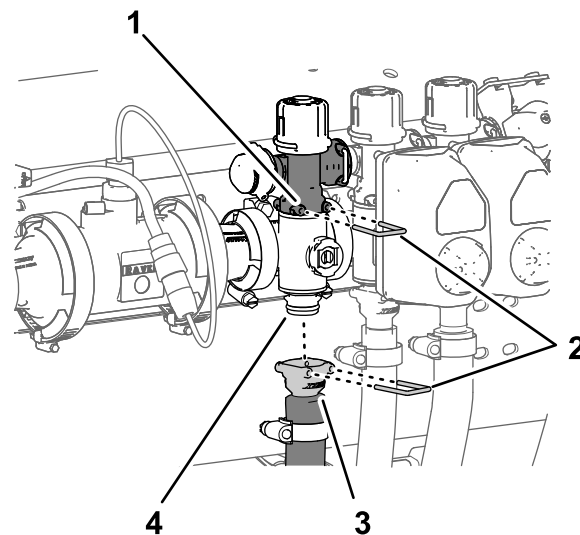

Figure 116
- Retirez l'étrier qui fixe le raccord rapide de la vanne de dérivation de section à la vanne de section du collecteur (Figure 116)
- Retirez l'étrier qui fixe le raccord rapide du flexible d'alimentation de section au collecteur et l'étrier qui fixe le raccord rapide de la valve du collecteur de section (Figure 116).